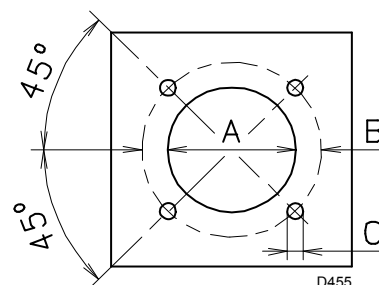

Fig. 12
Forare la piastra di chiusura della camera di combustione come in Fig. 12 (Tab. J) La posizione dei fori filettati può essere tracciata utilizzando lo schermo termico a corredo del bruciatore.
- Infilare tutto il bruciatore sul foro caldaia, precedentemente predisposto (Fig. 12), e fissare con le viti date a corredo.